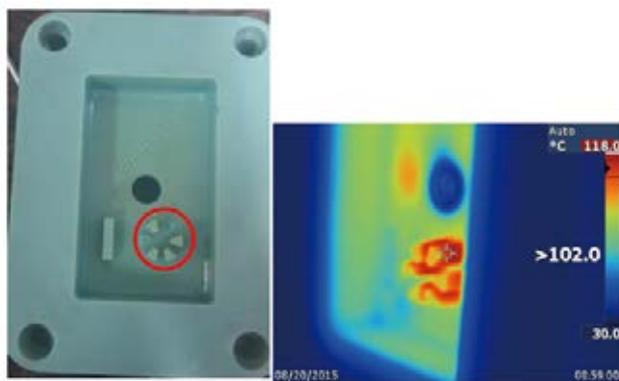

图 4：模具中的塔型特征在第 2 射至第 6 射之后往往会断裂
- 1、塑胶材料的低热阻性使塔型特征因加热而软化，导致在射出或顶出时容易发生断裂（图4）。